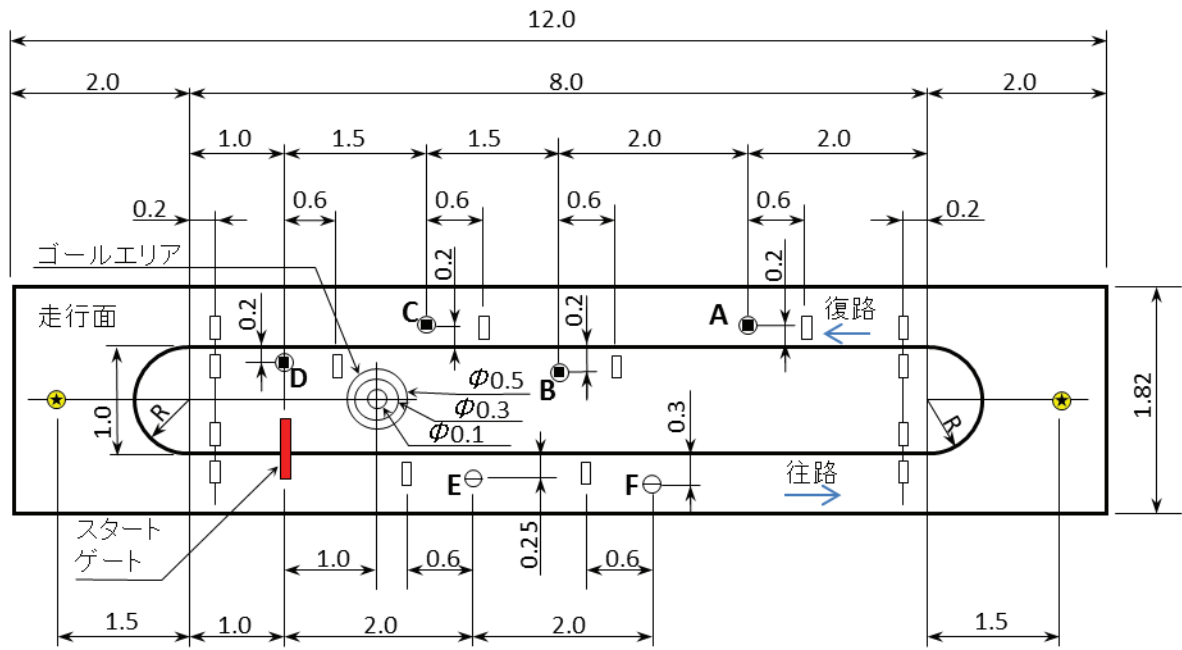

図 1 スタンダードクラスの競技コース(単位はメートル)
- 1) コースは、クラスにより一部異なる。図 1にスタンダードクラスのコースを示す。表 1 に図中で使用されている標的、マーカーの記号一覧表を示す。
- 3) コースラインは幅 19 mm の白色のラインで示す。このコースラインは、図 1 のように 2 本の長さ 8 m の直線路が幅 1 m（ライン中心間の距離）で並び、両端部が半径（ライン中心線の半径）0.5 m の円弧で連結された細長い長円形の周回路である。ショートカット等のためコースラインから外れて走行してもよいが、コースシートの外に出てはならない。
- 5) 垂直標的 ABCD は、図 1 のようにコースラインに沿って合計 4 個が設置される。
- 6) 平行標的は、図 1 のように往路コースラインに沿って合計 2 個が設置される。
- 7) 円柱標的は、図 5 に示すように、直径 67 mm、高さ 225 mm の無色透明の PET ボトル（銘柄：伊藤園おーいお茶に類するもの）に紙を巻いたものとする。おもりとして、中に単三乾電池 1 本を入れ、全体の重量は 60 g 以下とする。この円柱標的は図 1 に示すようにカーブの先端付近に合計 2 個置かれる。
- 2) コース内でマーカーの貼られる場所は、図 1 のとおりとし、この位置はスタンダードクラスのコース、標的位置を基準に、以下 i)、ii) のように決められる。